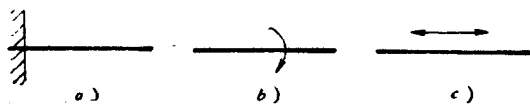

图5 固定的轴和运动的轴的略图表示法。
1. 轴在机器中, 根据不同的作用, 有的固定在机体上, 有的可以转动和可以沿轴向移动。图5表示这三种不同情况的轴在略图中的表示法。图5*a*是左端固定的, 图5*b*是转动的, 图5*c*是沿轴向移动的。